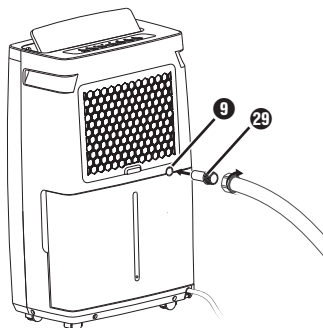

Fig. 4
- ◆ Si vous utilisez l'adaptateur pour tuyau d'arrosage UE ❷, vissez maintenant un tuyau d'arrosage sur l'adaptateur pour tuyau d'arrosage UE ❷ (voir la figure 4).